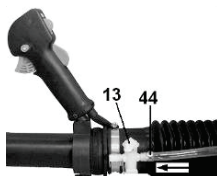
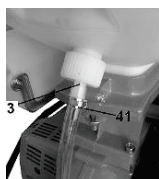

Рис. 10
Рис. 11
Установите свободный конец шланга подачи раствора (23) на патрубок подачи раствора (13) и закрепите его на месте зажимом (44) (Рис. 10); Подсоедините другой конец шланга для раствора к выпускному отверстию для раствора (3) и закрепите на месте зажимом для шланга (41). (Рис. 11).